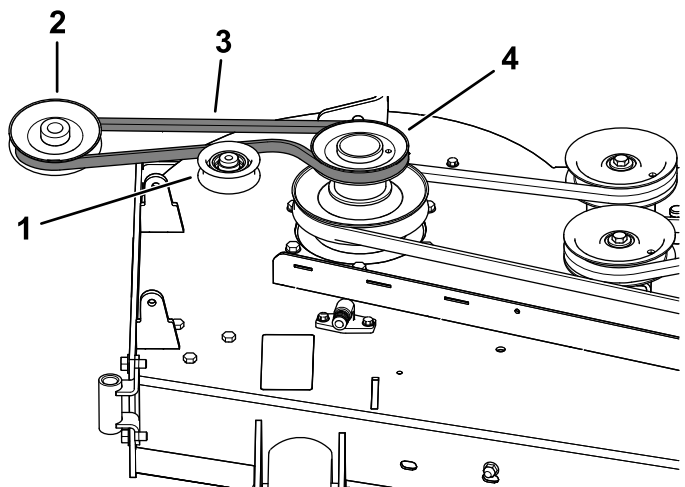
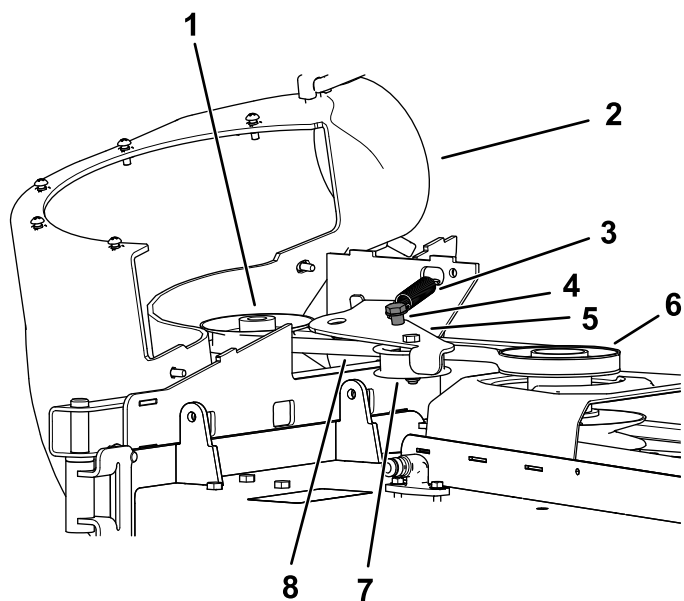

Рисунок 25
Рисунок 26
1. При необходимости установите ремень на шкив вентилятора (Рисунок 25).
1. Установите ремень на шкив вентилятора (Рисунок 25 и Рисунок 26); см. в 11 Установка вентилятора в сборе (страница 16).
- Снимите подрессоренный направляющий ролик с зафиксированного стержня пружины и продолжите ремень вокруг шкива деки газонокосилки (Рисунок 26).
- Проложите ремень вокруг ведущего шкива, как показано на Рисунок 25 и Рисунок 26.